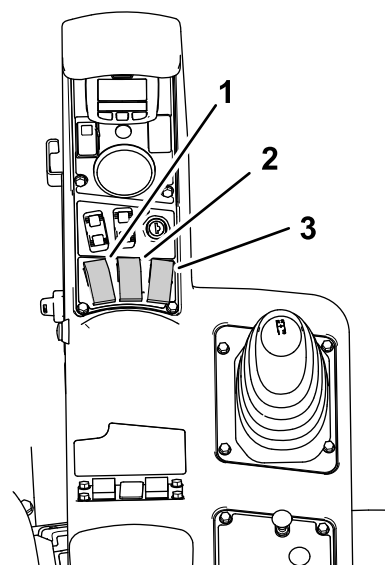
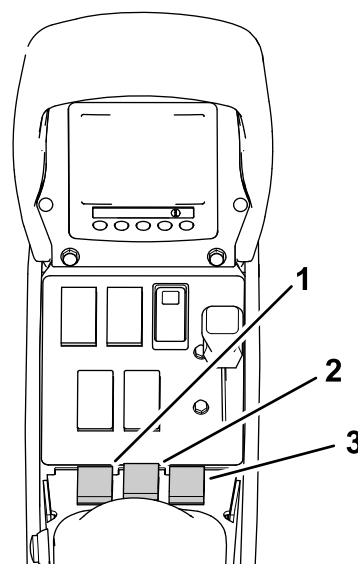

图 64
图 65
1. 将 3 个喷洒臂段开关位于机器控制台内设定至开启位置图 64 和图 65。